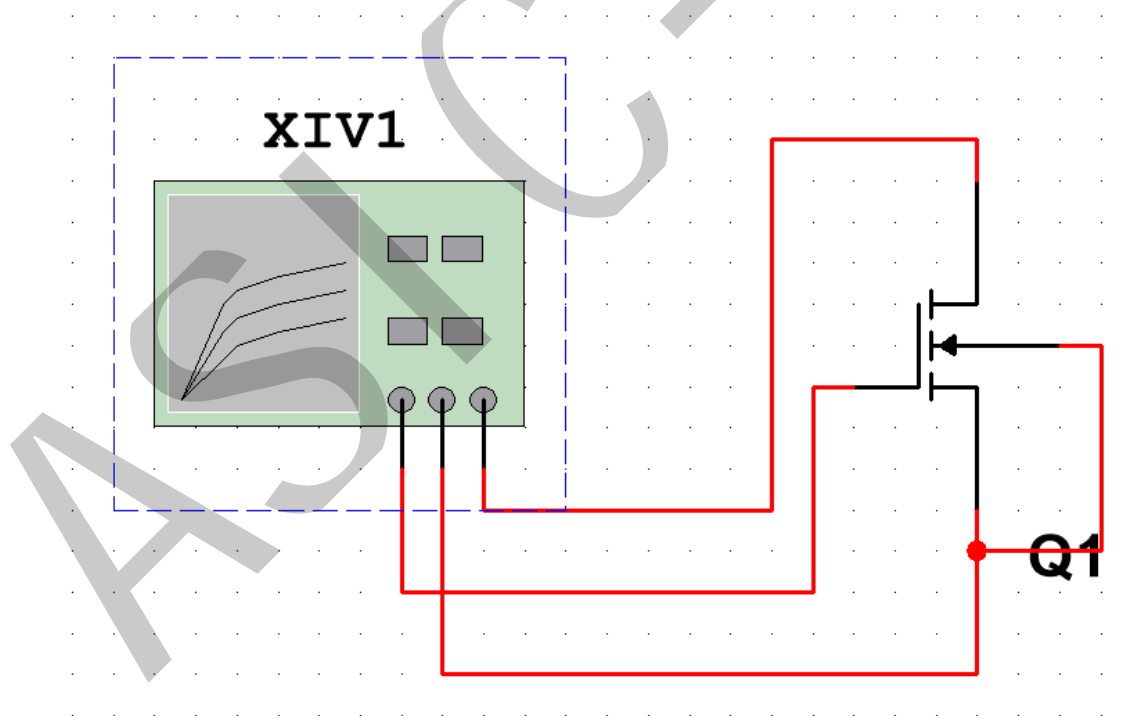

图 1 NMOS 管输出特性测试电路
(1) 使用 MultiSIM 软件，绘制如下图 1 所示的测试电路。